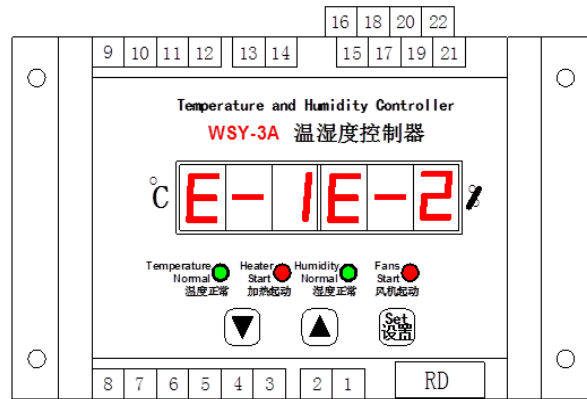

图8
**如果数码管出现如图显示（见图 8），表示温度变送器、湿度变送器异常，请检查变送器或接线是否正常。**
1、温度变送器**TBZ-1**和湿度变送器**HBC-1**外形如图8所示，可采用标准35mm导轨安装或固定式安装（孔距37mm，孔径4mm）。